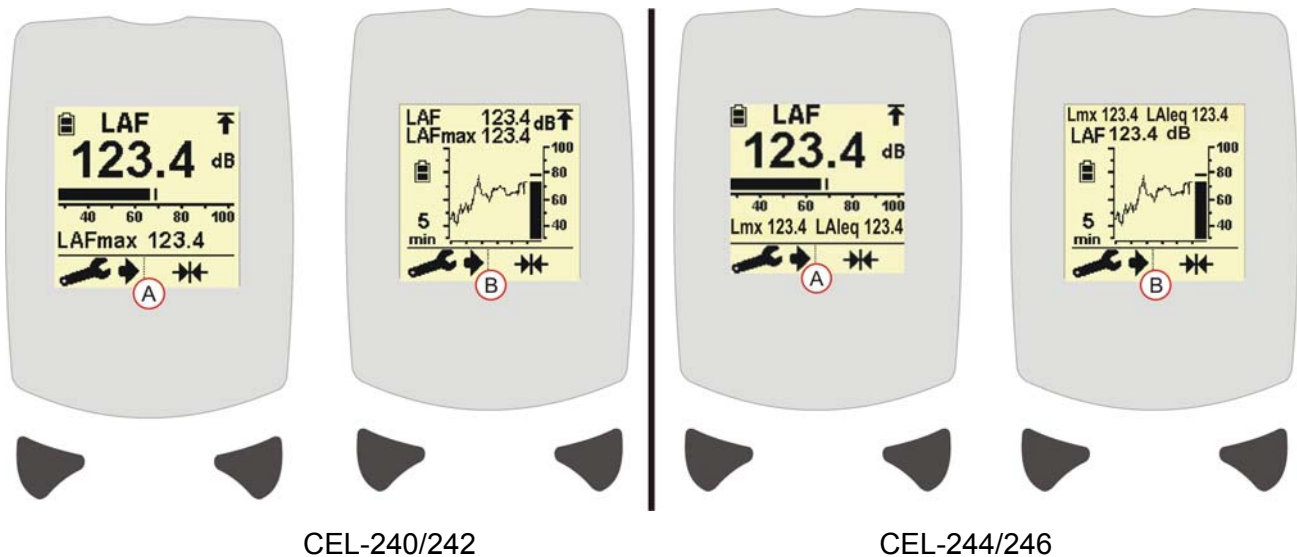

Figura 4 Telas de Gráfico de Barras e Histórico de Tempo da Série CEL-200
4. Será exibido um Gráfico de Barras (Ver Figura 4 [A]) ou um Histórico de Tempo (Ver Figura 4 [B]). Consultar AJUSTES DO INSTRUMENTO para alterar as escalas de Tempo e Freqüência ou alterar o tipo de exibição.